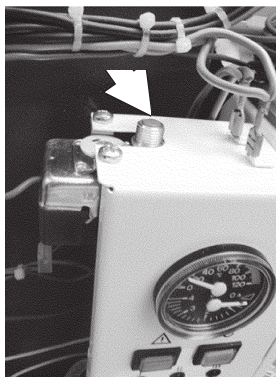

Fig. 5
- cazanul a fost supraîncălzit și termostatul de siguranță a decuplat (fig. 5). Acesta va trebui rearmat de o persoană autorizată;